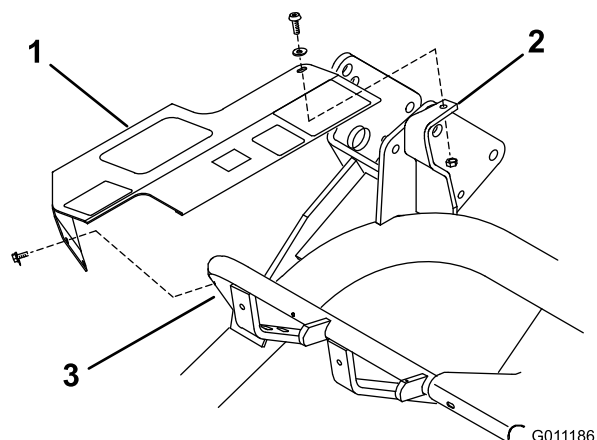

図 7
1. フレーム・チューブと取り付けブラケットについている穴に、カバーの取り付け穴を整列させる (図 7)。
2. ソケット・ヘッド・ネジ (1/4 x 3/4 inch)、ワッシャ (1/4 インチ)、ロックナット (1/4 インチ) を使って、カバーの後部を取り付けブラケットの上部に仮止めする (図 7)。
3. タップネジ 2 本を使って、カバー上部をフレーム・チューブに仮止めする (図 7)。取り付け状態を確認し、各ネジを本締めする。